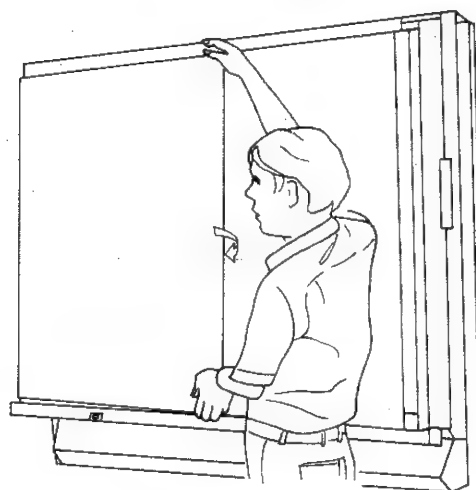

Abbildung 27
- (11) Die Weißblattspule hochheben und aus dem unteren Weißblatthalter herausziehen.
(12) Das Weißblatt FEST auf die herausgezogene Spule aufwickeln, und die Spule von der rechten Seite der Tafel zur linken Seite bringen. (Abbildung 27)